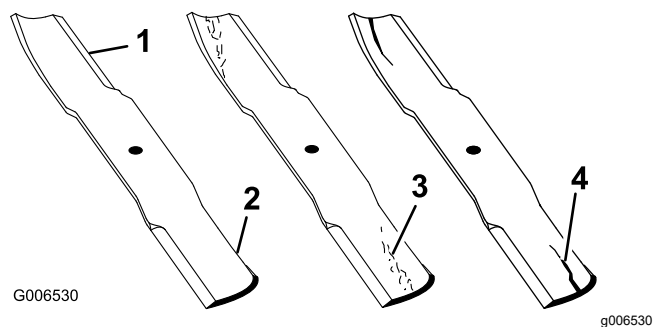

Figura 71
1. Inspeccione as extremidades de corte (Figura 71).
4. Se verificar quaisquer fissuras, desgaste, ou a formação de ranhuras nesta área instale imediatamente uma lâmina nova (Figura 71).